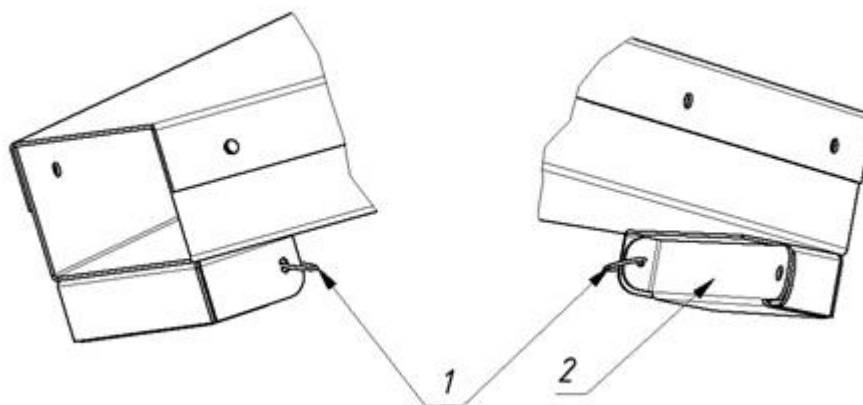

Рисунок 3 – Схема устройства магнитной сепарации
9.6. Для выемки магнита из коробки сепаратора необходимо снять кольцевой шплинт (1, рис. 3), повернуть вниз защелку (2, рис. 3) и вынуть магниты (4 шт.). Установка магнитов производится в обратном порядке. **ВНИМАНИЕ!** Не допускается эксплуатация установки без фиксации защелки шплинтом!